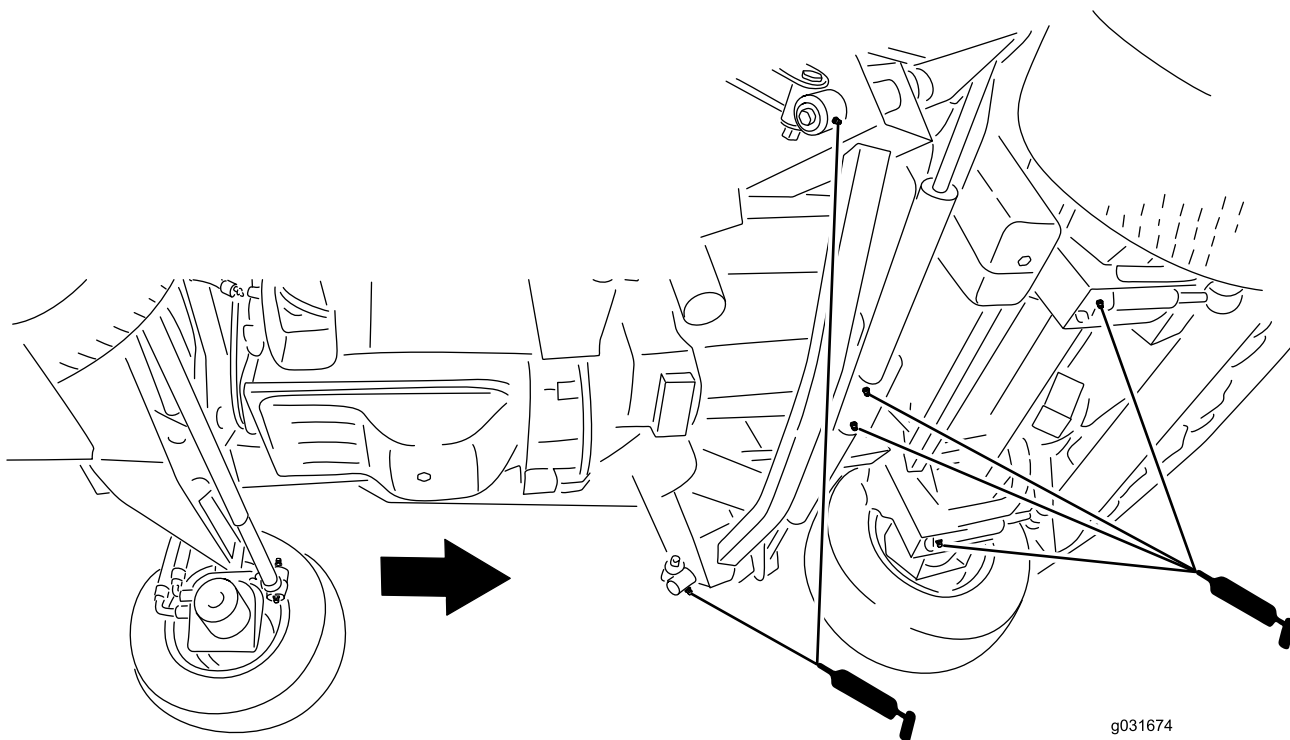

図 48
- インパクトアーム2ヶ所 図 48
- 前デッキの昇降シリンダのピボット2ヶ所 図 48
- サイドデッキの昇降シリンダのピボット2ヶ所 図 48